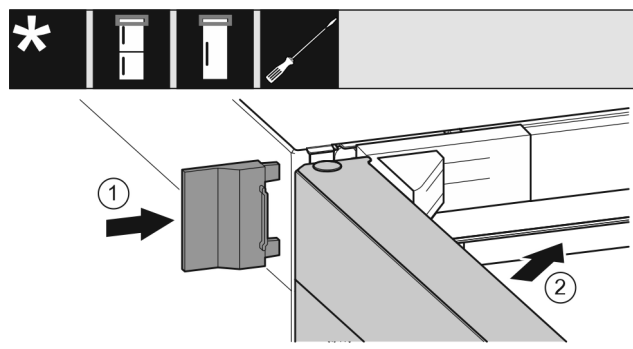

Fig. 29
- Insérer le cache extérieur Fig. 29 (1).
- Fermer la porte supérieure Fig. 29 (2).